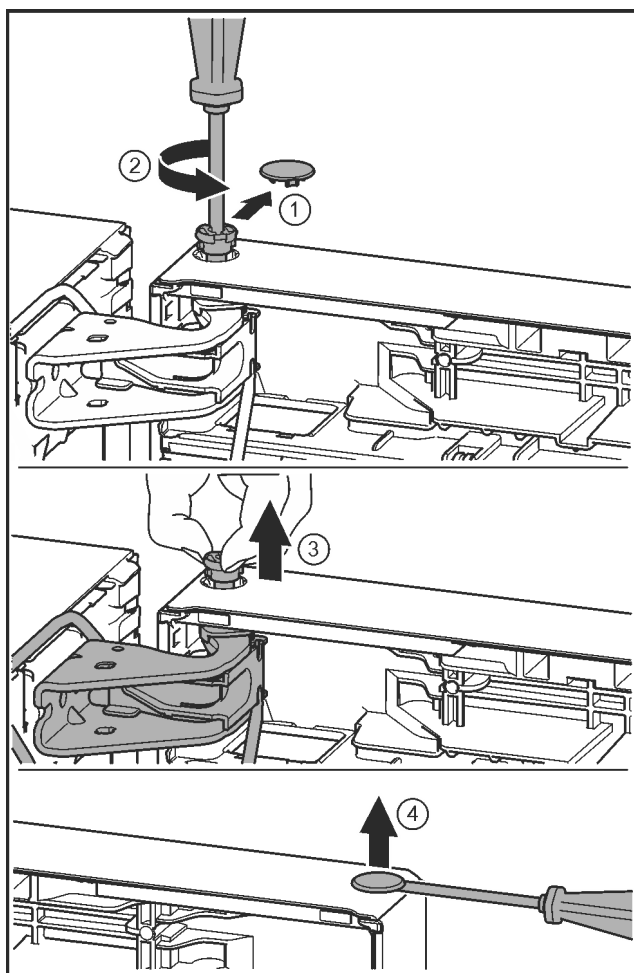

Fig. 21
- ▶ Bezpečnostní kryt opatrně stáhněte. *Fig. 21 (1)*
- ▶ Šroubovákem T15 o kousek vyšroubujte čep. *Fig. 21 (2)*
- ▶ Dveře držte a čep vytáhněte prsty. *Fig. 21 (3)*
- ▶ Plochým šroubovákem opatrně nadzvedněte zátku z ložiskového pouzdra dveří a vytáhněte ji. *Fig. 21 (4)*